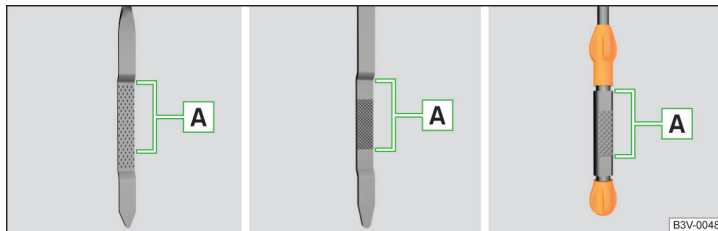

Fig. 326 Variante de joje de ulei
Nivelul de ulei trebuie să se situeze în zona **A** » fig. 326. Dacă nivelul de ulei este sub zona **A**, completați ulei.
- Nivelul uleiului nu trebuie să fie în niciun caz în afara zonei **A** » fig. 326 - în caz contrar există pericolul deteriorării motorului, precum și a instalației de evacuare a gazelor arse.